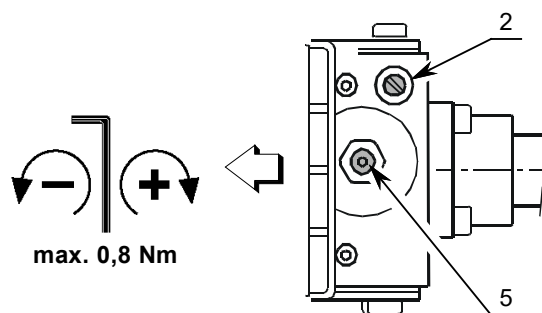

Fig. 7
- svitare la vite 2) (Fig. 7) e collegare un manometro;